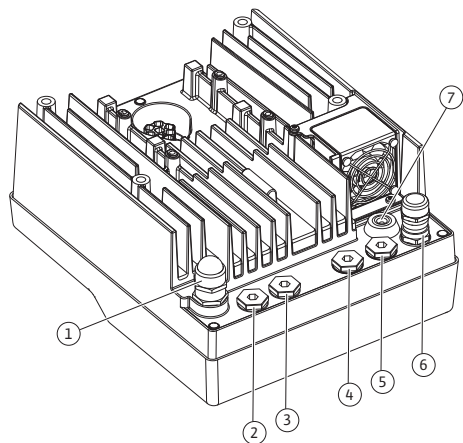

Fig. 18: Kabelskjøt med gjenger / kabelgjennomføringer
4. Tilkoblingskabelen må føres gjennom kabelskjøten med gjenger M25 (Fig. 18, pos. 1). Trekk til kabelskjøten med gjenger med angitt dreiemoment.